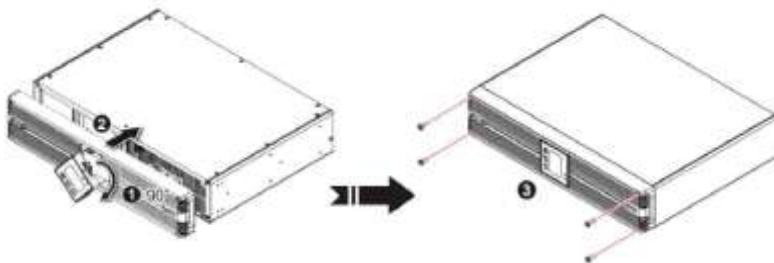

Рисунок 3-7: Поверните панель управления (на 90° по часовой стрелке), установите ее на место и замените переднюю пластиковую панель
- 3 Поверните панель управления на 90° по часовой стрелке ❶ и установите ее обратно на переднюю пластиковую панель ❷. Установите переднюю пластиковую панель на место и убедитесь, что четыре винта плотно затянуты ❸. См. **Рисунок 3-7**.